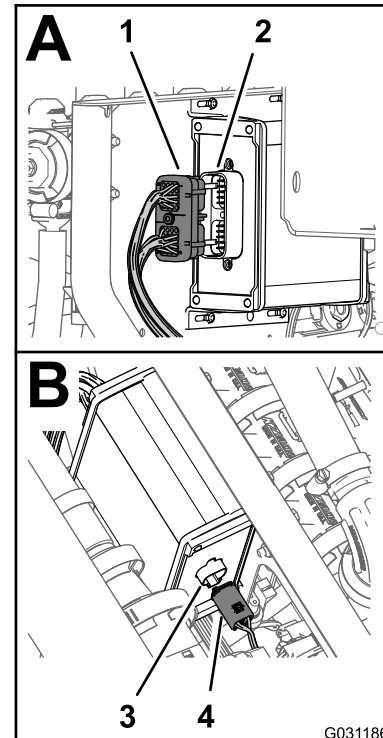

图 161
1. 将标有 **ASC 10** 的 203cm 线束支管的 40 插槽接头与打药车控制器的 40 针接头对齐图 161。
3. 将标有 **To ASC 10** 的 203cm 线束支管的 4 插槽接头与打药车控制器的 4 针接头对齐图 161。